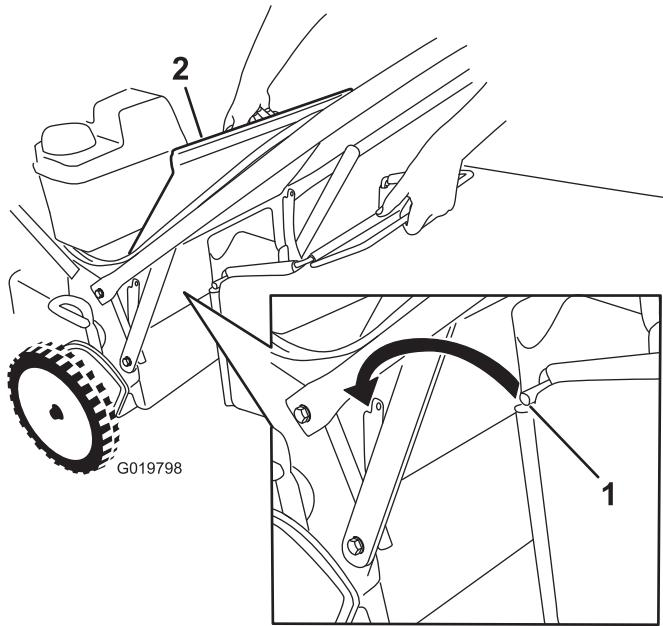

Figura 23
1. Levante y sujeté el deflector trasero (Figura 23).
3. Instale la varilla de la bolsa en las muescas de la base del manillar, y mueva la bolsa hacia adelante y hacia atrás para verificar que la varilla está asentada en el fondo de cada muesca; consulte Figura 23.